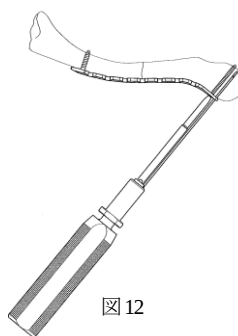

図12
- 13) ヘクスローブ 8 パワービンドライバーの後端にトルクリミッター付きハンドル10を接続し、軸芯を傾けないよう、選択した長さのロックングスクリューを挿入します。 (図12)